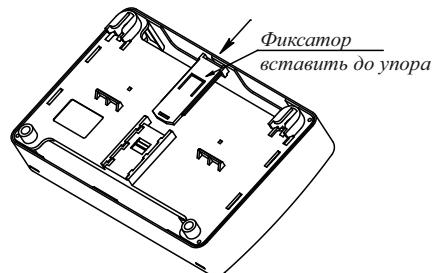

Рисунок 6
b) при установке на DIN-рейку (рисунок 6):